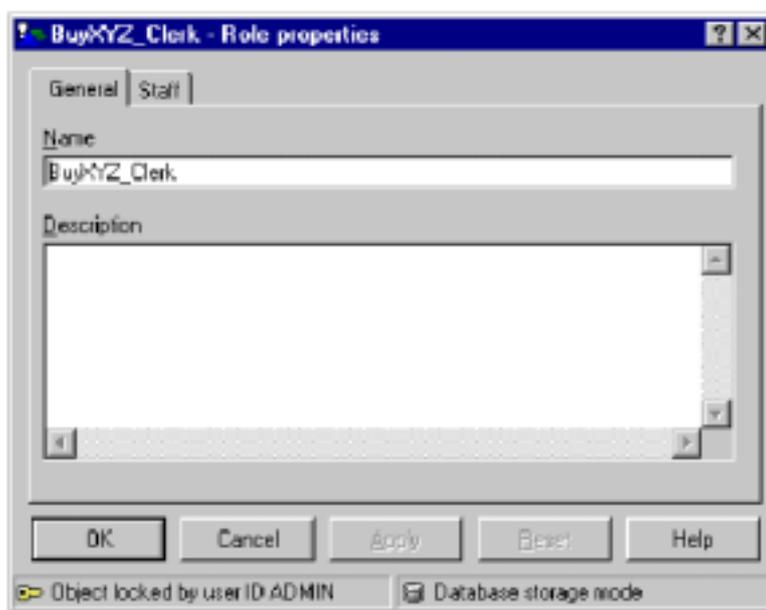

图 9-1 BuyXYZ 职员角色
2. 右键单击 Roles 并选择 New Role, 将出现如图 9-1 所示的窗口。